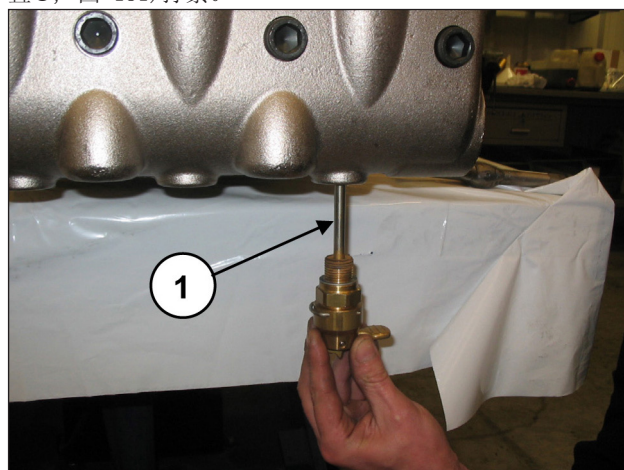
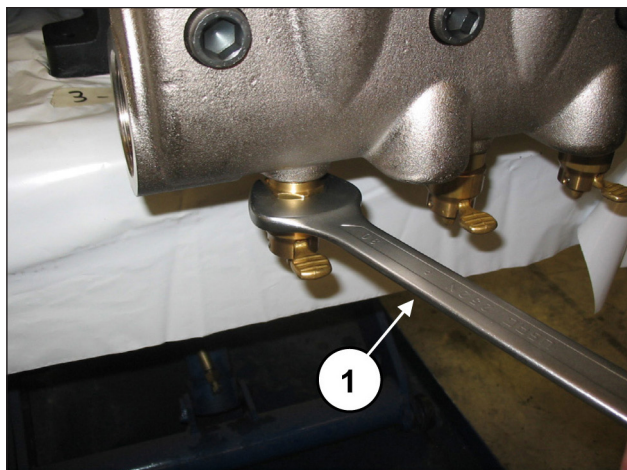

图 130
图 131
利用扭力扳手调节盖子的螺栓M16x55，如第3章所述。安装阀门打开装置(位置①，图 130)并通过30毫米扳手(位置①，图 131)拧紧。